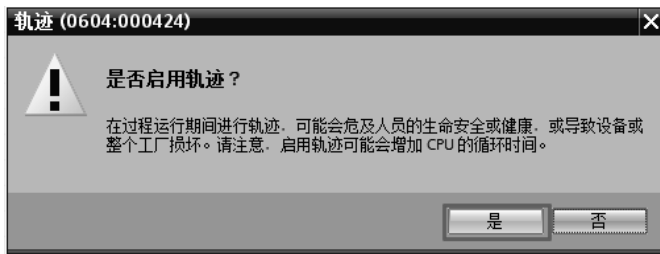
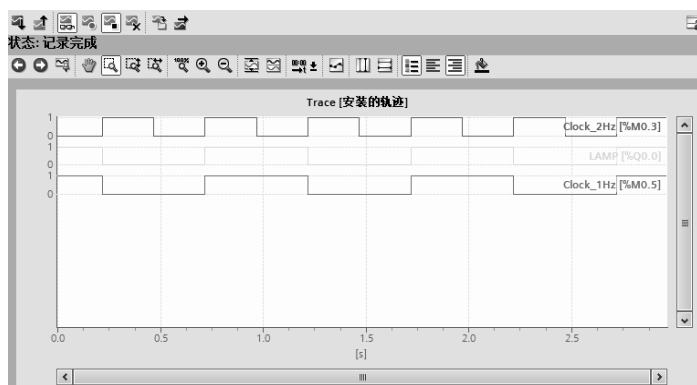

图 6-73 启用轨迹
图 6-74 信号轨迹
① 将整个项目下载到 CPU 中，将 CPU 置于运行状态，可以使用仿真器。
② 在 Trace 视图的工具栏中，单击“在设备中安装轨迹”按钮，弹出如图 6-73 所示的界面，单击“是”按钮，再单击“激活记录”按钮，信号轨迹开始显示在画面中，如图 6-74 所示。当记录数目到达后，停止记录。